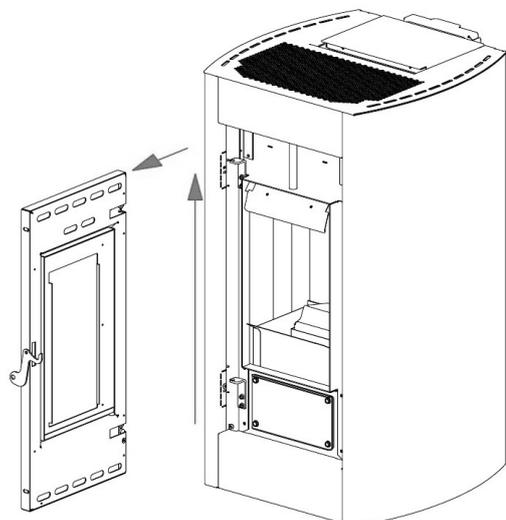

Fig. 32 - Ausbau der Tür
- Tür anheben, so dass die Stifte der Tür aus der Halterung an der Struktur gehoben werden (siehe Fig. 32).